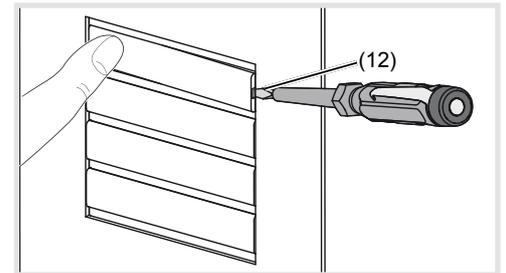

Figura 5: sostituzione della targhetta nome
- Inserire il cacciavite nell'apertura a leva (12) e svitare l'arresto (figura 5).